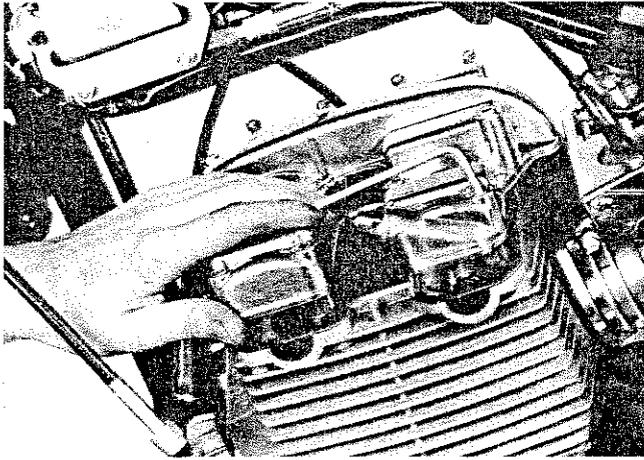

Fig. 22
- 2) Togliere il serbatoio, la trasmissione di comando del contagiri con una chiave da 15 mm; togliere il coperchio dopo aver svitato con una chiave a brugola da 5 mm le 15 viti, che è conveniente siano lasciate infilate nei fori del coperchio stesso; prestare attenzione alla guarnizione che può essere riutilizzata (Fig. 22).
Be careful when lifting the cover, because the gasket if undamaged can be re-used (Fig. 22).